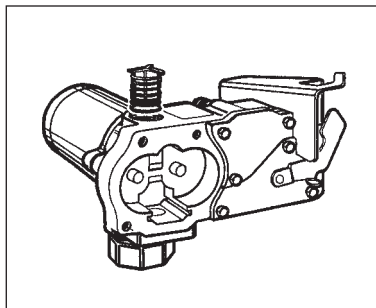

Figura 9
- De dentro da caixa, use uma pequena chave de fenda para empurrar o gatilho e saltar pela porta de saída superior. (Figura 9)